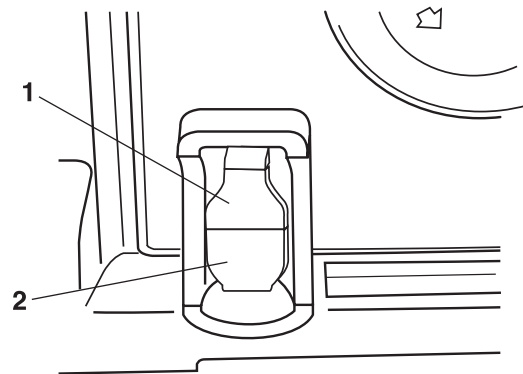

FIG. 36
1. To turn the saw ON, insert the safety key **1** into the switch **2** (Fig. 36). Move the switch upward to the ON position.
1. Pour mettre la scie en marche, insérez la clé de sécurité **1** dans l'interrupteur **2** (Fig. 36). Faites basculer l'interrupteur vers le haut pour le mettre dans la position de marche (ON).
1. Para ENCENDER la sierra, inserte la llave de seguridad **1** en el interruptor **2** (Fig. 36). Mueva el interruptor hacia arriba hasta la posición de ENCENDIDO.